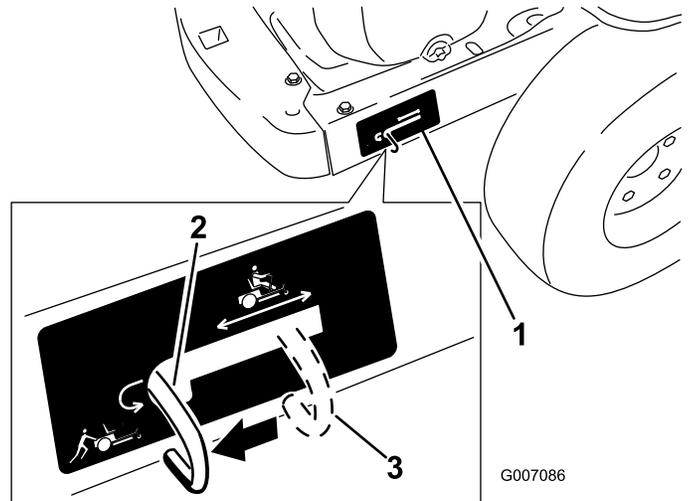

Bild 19
4. Schieben Sie die Bypasshebel nach hinten und dann nach unten, um sie zu arretieren, wie in Bild 19 dargestellt, um die Radmotore auszukuppeln. Wiederholen Sie die Schritte an jeder Maschinenseite.
Schieben Sie die Bypasshebel nach oben und drücken Sie sie dann nach vorne in die **Mitte** des horizontalen Schlitzes (Bild 19), um die Radmotore einzukuppeln.